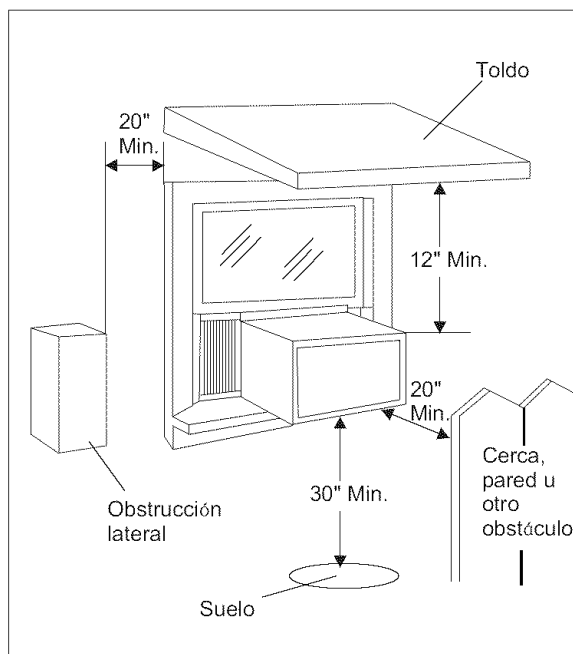

Fig.2
D. Deje suficiente espacio alrededor del gabinete para permitir una amplia circulación de aire a través de la unidad. Vea (Fig. 2). La parte posterior de la unidad deberá dar al aire libre y no a un garaje ni al interior de un edificio. Mantenga la unidad lo más lejos posible de obstáculos que puedan causar obstrucciones y por lo menos a 30" del nivel del piso o del suelo. Deberán tomarse precauciones para evitar que las cortinas o cualquier otro objeto dentro de una habitación obstruyan el flujo de aire.
C. Tome el mango que están el frente del armazón deslizante y saque con cuidado el aire acondicionado del gabinete. Vea la (Fig. 2).